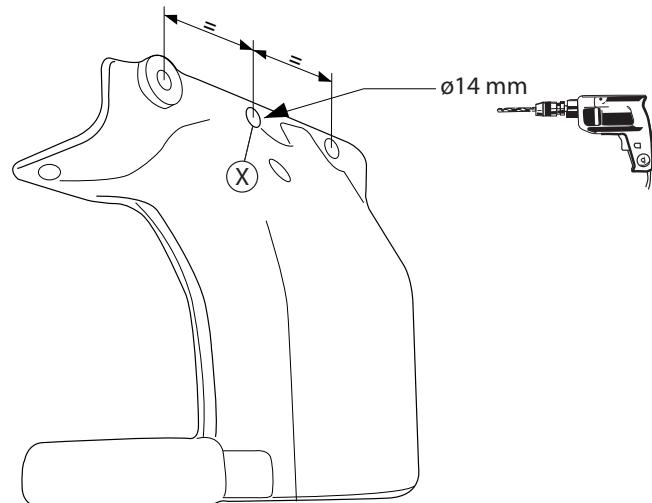

Fig.2
4. As shown in figure 2, drill a 14mm hole at point X.
4. Bohren Sie, wie in Abbildung 2 angegeben, ein 14 mm großes Loch an Punkt X.
- Percer conformément à la figure 2 un trou de 14mm à l'emplacement du point X.
- Scier les parties de la garniture du pare-chocs comme indiqué sur la fig. 2.
4. Bor ifølge fig. 2 et hul på 14mm ved punkt X.
4. Просверлить отверстие диаметром 14 мм в точке X, как указано в рис. 2.